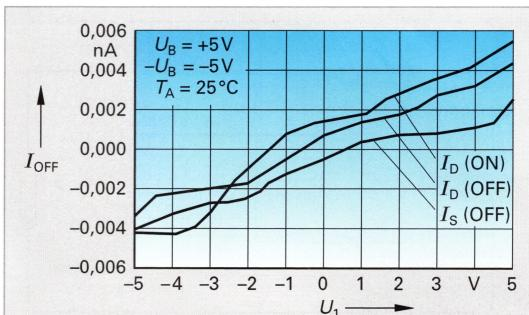

Bild 4: Reststrom
- Ein Analogschalter wird mit ± 5 V betrieben und ist ausgeschaltet. Ermitteln Sie aus **Bild 4** für die Eingangsspannung $U_1 = -1$ V den Reststrom an Source in pA.